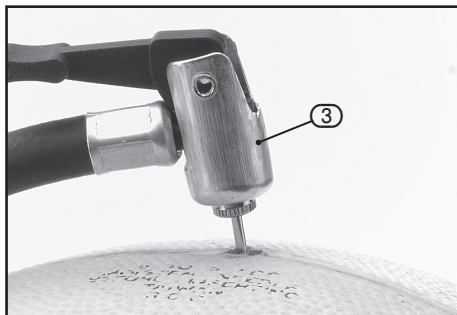

FIG.5
8.3 USING THE ADAPTORS FOR INFLATABLES – FIG.5